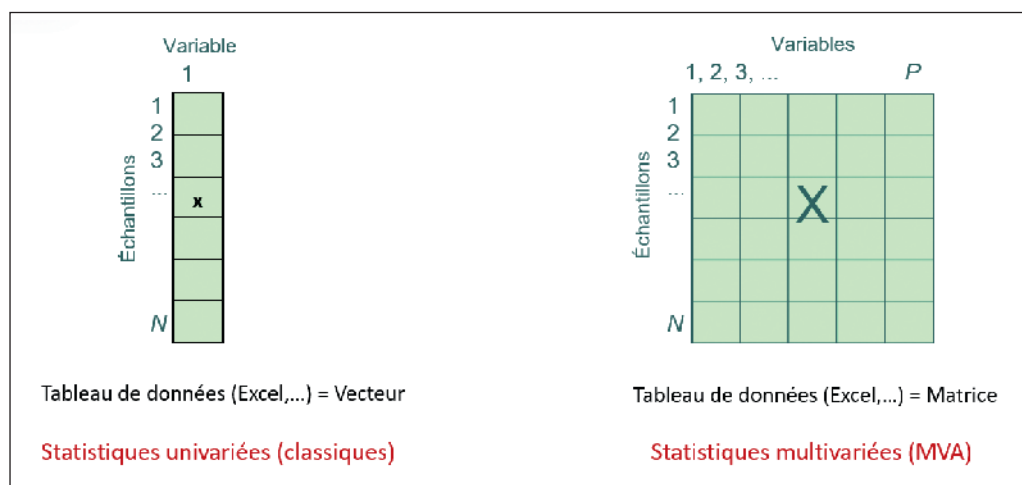

Figure 4
À gauche (Figure 4), est présenté un tableau de données consistant en une seule colonne : une variable ou un paramètre est décrit avec des valeurs continues ou qualitatives sur un certain nombre d'échantillons ou sur une population d'individus ; cela correspond à ce qu'on appelle un vecteur. C'est un objet mathématique
**Pour traiter simultanément plusieurs variables**, mesurées de façon concomitante sur les mêmes échantillons, on établit un tableau (une matrice) de données avec plusieurs colonnes et toujours les mêmes lignes (voir à droite Figure 4). Cette présentation permet de travailler sur les statistiques multivariées, utilisant les méthodes de l'algèbre linéaire et le calcul matriciel.